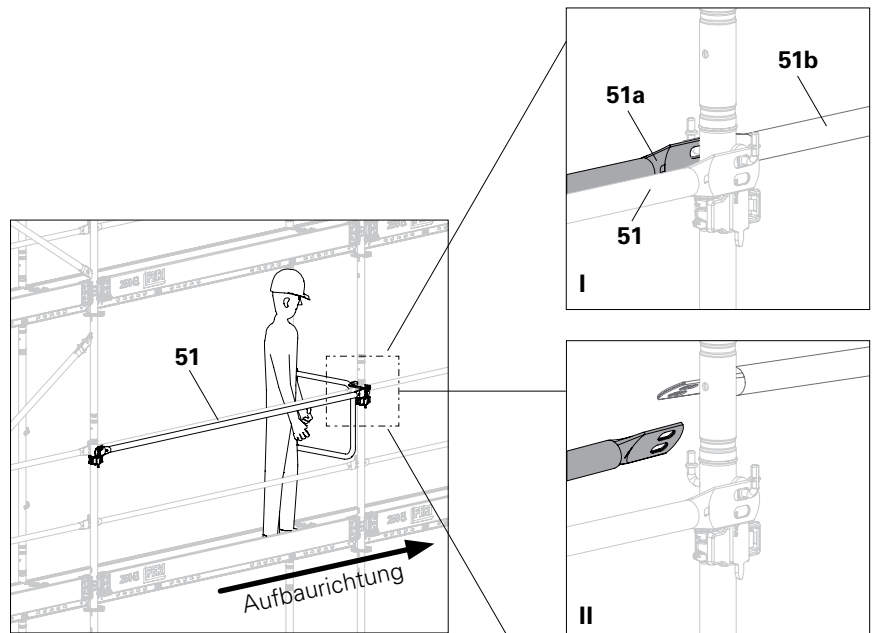

Abb. B8.01a
4. Einhängereihenfolge der Geländerholme (51a, 51b) tauschen, so dass der auszubauende Geländerholm (51a) frei hängt. (Abb. B8.01a)
5. Vorübergehenden Geländerholm (51) und Geländerkupplungen wieder ausbauen.